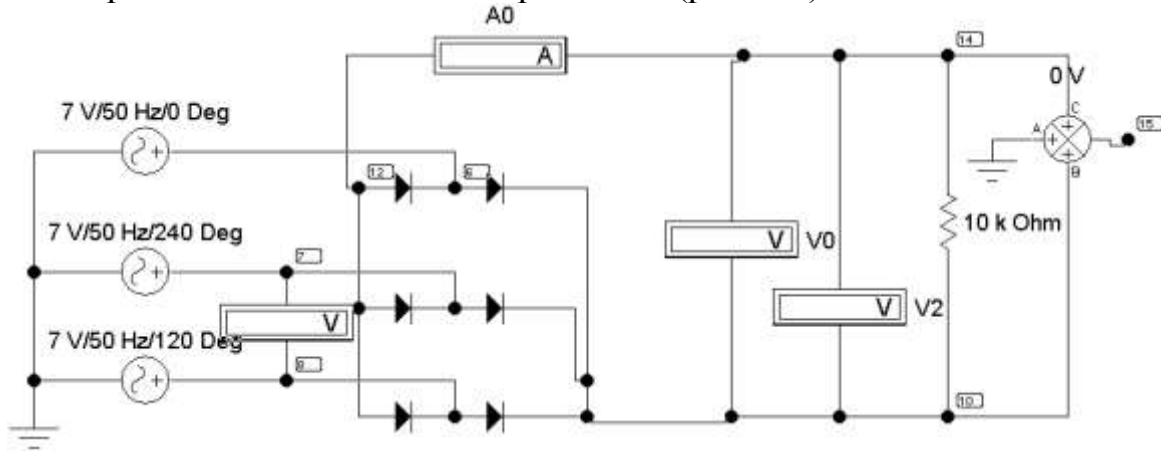

Рис. 5.8
#### 4. *Трехфазная мостовая выпрямительная схема Ларионова* (рис. 5.8.).
8. Собрать электрическую цепь по схеме, изображенной на рис. 5.8, записать показания приборов в табл. 5.1 и снять осциллограмму выходного напряжения выпрямителя.